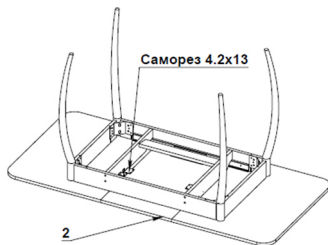

Рисунок 7.
7. Для увеличения площади поверхности стола используется вставка (2). Для её установки: открыть фиксаторы (находятся на боковой части механизма) на каждом раздвижном механизме и раздвинуть боковые столешницы до упора. Вставить вставку между боковыми столешницами, учитывая расположение металлических шкантов в торцах столешниц. Сомкнуть боковые столешницы вплотную к вставке. Прикрепить вставку к поворотному механизму с помощью саморезов 4,2х13. В неразложенном состоянии стола, столешница-вставка хранится внутри царгового пояса, складывается с помощью поворотного механизма (рис. 7).